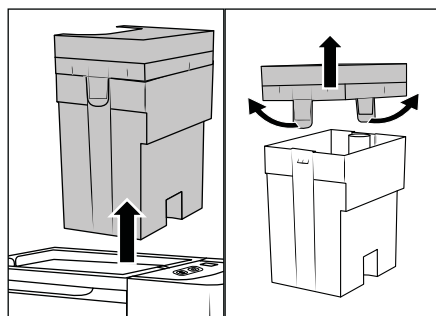
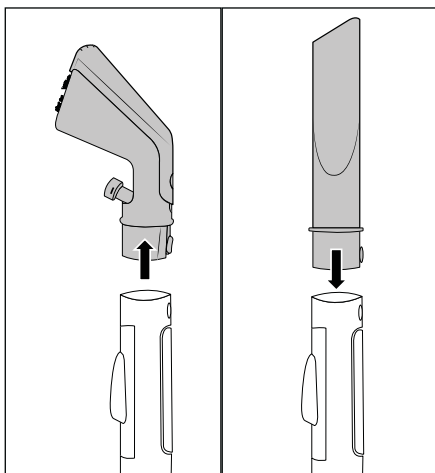

Bild 7
Bild 8
- ♦ Ta tag i handtaget på smutsvattentankens ⑦ lock ③ och dra upp den ur produkten (se bild 7).
- ♦ Dra ut de båda spännena en aning och ta av locket ③ (se bild 7).
- ♦ Håll fast i smutsvattentanken ⑦ med ena handen och dra ut insatsen ⑤ med den andra.
- ♦ Skölj ur smutsvattentanken ⑦ under rinnande varmt vatten.
- ♦ Ta ut EPA-filtret ④ ur insatsen ⑤.
- ♦ Rengör locket ③, EPA-filtret ④ och insatsen ⑤ med flottör ⑥ under rinnande, varmt vatten. Använd ett mildt rengöringsmedel om det behövs.
- ♦ Låt locket ③, EPA-filtret ④ och insatsen ⑤ med flottör ⑥ bli helt torra.
- ♦ När delarna har torkat sätter du tillbaka insatsen ⑤ på smutsvattentanken ⑦ och trycker ner den helt tills den sitter fast.
- ♦ Lägg EPA-filtret ④ i urtaget på insatsen ⑤.
- ♦ Sätt locket ③ på smutsvattentanken ⑦ och tryck nedåt tills de båda spännena snäpper fast.
- ♦ Tryck på låsknappen **25/32** och dra loss textil- och möbelmunstycket **22** eller fogmunstycket **29** från spray-/sugslangen **19** (se bild 8).